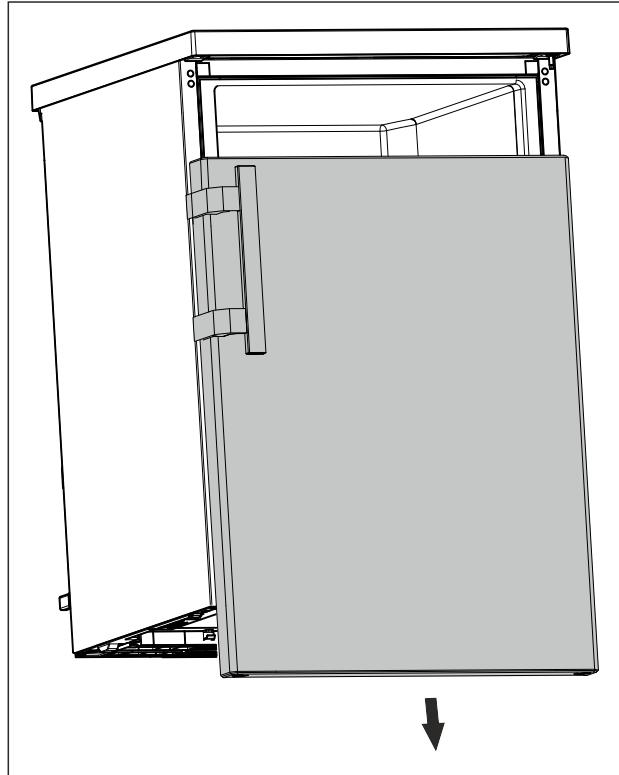

Fig. 9
- Свалете вратата надолу. (виж Fig. 9)